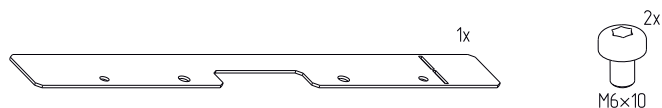

Рисунок 1 – Планка секционирования компенсационная тип 1
- проверить комплектность (рисунок 1, 2).